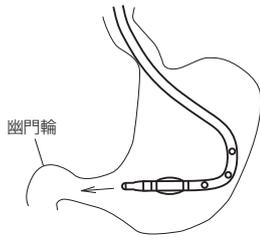

図9
11. 患者を右側臥位とし、本品の先端部を幽門側に向け、押し進めることにより幽門輪を通過させる。先端閉塞タイプの場合、ガイドワイヤーをスタイレットとして使用する。先端開口タイプの場合、ガイドワイヤーを先端部より出し入れして使用する（図9）。